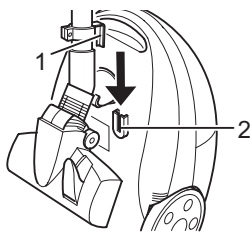

Abb. 17
- Zum **Aufbewahren** können Sie den Verstauhaken (Abb. 17/1) in die Verstauhalterung (Abb. 17/2) unten am Bodestaubsauger einhängen.